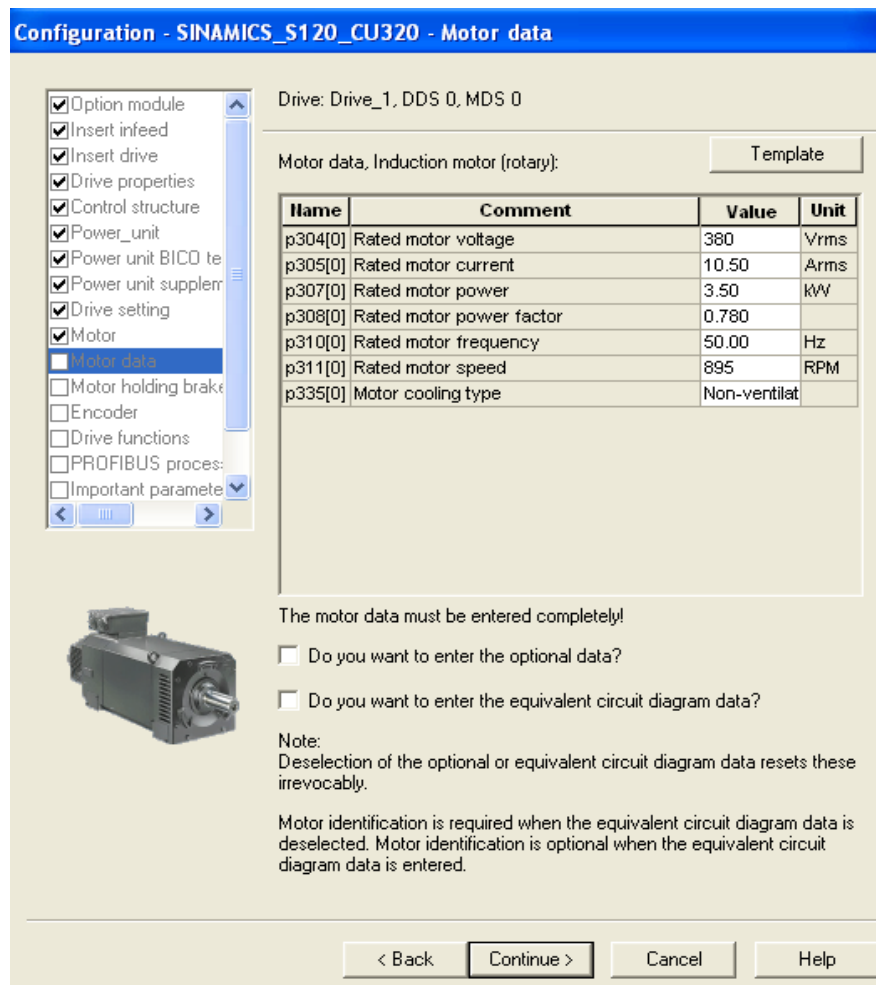

Рисунок 3.8 – Данные двигателя
13) Далее введите данные двигателя: номинальное напряжение, ток, мощность, коэффициент мощности, частоту, скорость (рисунок 3.8).